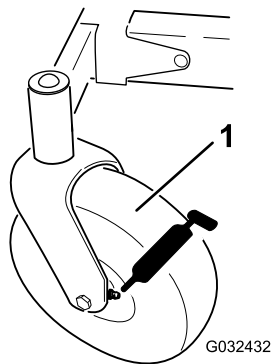

Figura 37
3. Pulite i raccordi d'ingrassaggio (Figura 37) con un cencio.
4. Collegate un ingrassatore a pressione a ciascun ingrassatore (Figura 37).